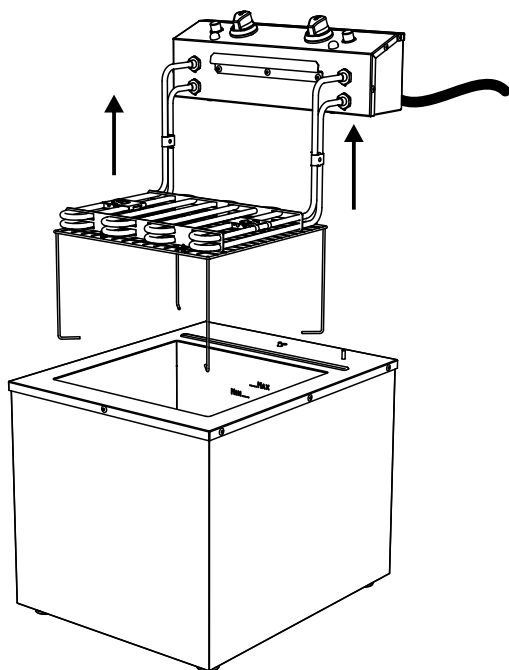

Figura 3
- 5 - Após remover o parafuso, desencaixe e remova o painel com a grade interna (Figura 3) e limpe-os separadamente;